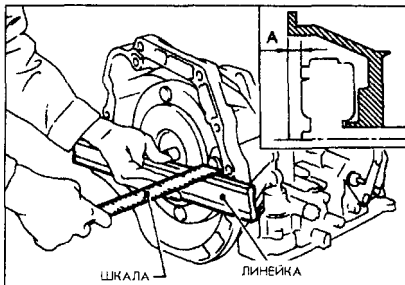

Рис. 6-14.
- Присоединяя гидротрансформатор к коробке передач, измерьте расстояние "А", чтобы убедиться в правильности сборки (рис. 6-14). Расстояние "А" должно быть 21.1 мм или больше.